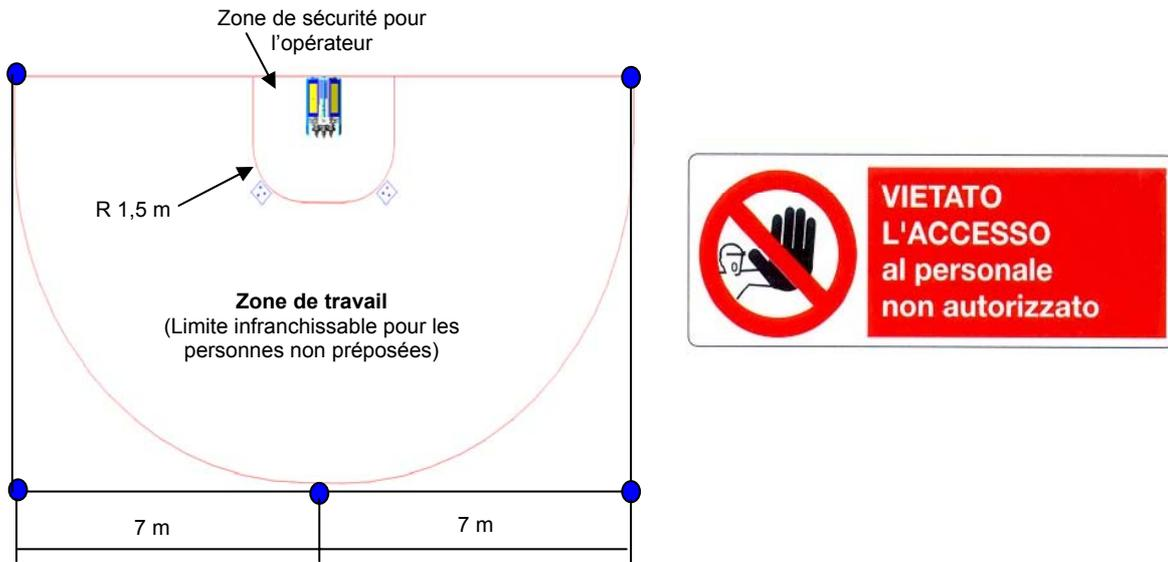

Figure 4.13 — Zone de travail et position de l'opérateur
Il est obligatoire de limiter la zone de travail avec des barrières dotées de signaux de sécurité, (Figure 4.13).
- L'Opérateur doit respecter la distance de sécurité de la machine (Figure 4.13).
- de limiter la zone de travail comme indiqué dans la Figure 4.13;